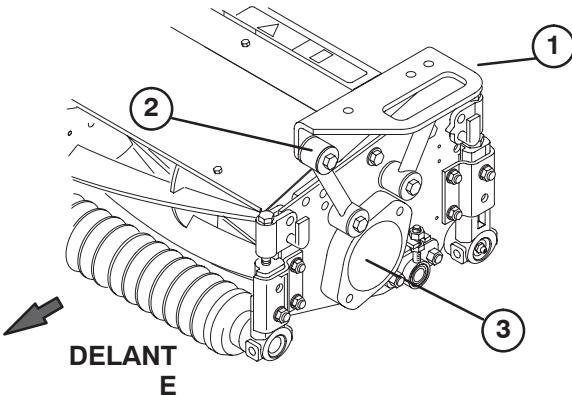

Figura 14
Nota: Con los brazos de elevación totalmente elevados, los manguitos deben quedar en la posición mostrada en la figura 14 y estar separados 1–3 mm del brazo de elevación.
2. Posicione uno de los bastidores de tiro delanteros (fig. 12) en cada unidad de corte delantera. Alinee los taladros de montaje con los acoplamientos de montaje, según muestra la figura 14.
3. Coloque el bastidor trasero (fig. 13) en la unidad de corte trasera, alineando los taladros de montaje con los acoplamientos de montaje, según muestra la figura 14.
4. Fije cada acoplamiento de montaje al bastidor de tiro con un tornillo de caperuza (3/8-16 x 2-1/4 pulg.), 2 arandelas planas, y una contratuerca, según muestra la figura 14. Coloque una arandela en cada lado del acoplamiento al montarlo. Apriete a 42 Nm.